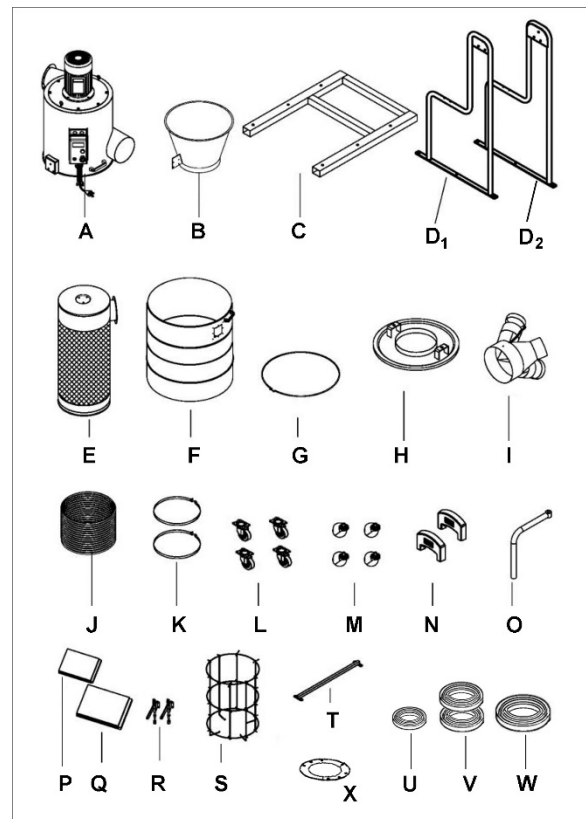

Abb. 1: Inhalt der Hauptkiste (nicht maßstabsgetreu)
**Hauptkiste** (siehe Abbildung 1)